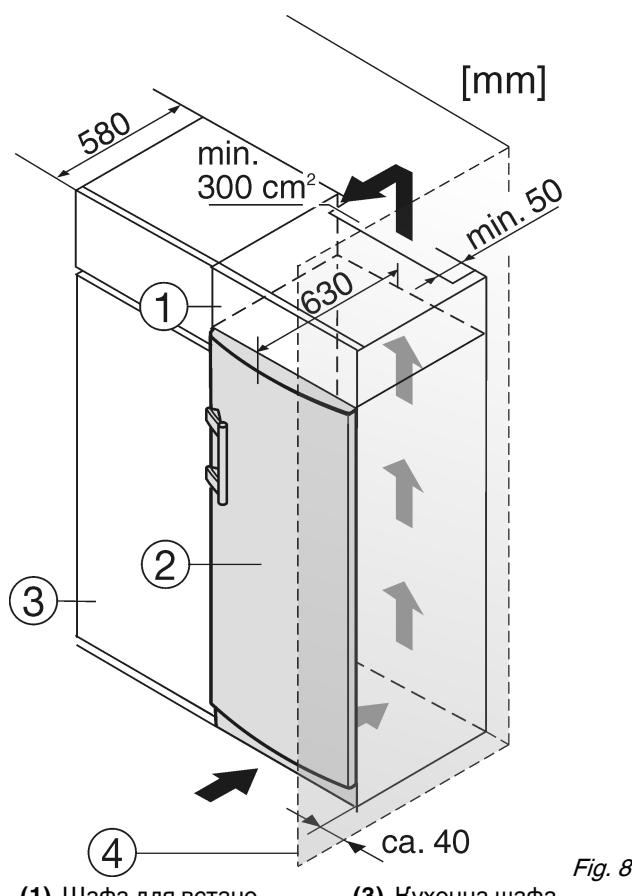

Fig. 8
(1) Шафа для встановлення на пристрой
(2) Пристрой
(3) Кухонна шафа
(4) Стінка
При комбінації зі стандартною кухонною шафою (максимальна глибина 580 мм) пристрій можна встановлювати безпосередньо поряд із кухонною шафою Fig. 8 (3). Дверцята пристрію виступають збоку на 34 мм та посередині пристрію на 50 мм відносно передньої панелі кухонної шафи. Через це комбінацію можна відкривати та закривати без проблем.
Якщо пристрій встановлюється поряд зі стінкою Fig. 8 (4), відстань між пристрієм та стінкою повинна бути не менше 40 мм. Це відповідає необхідній відстані для ручки після відкривання дверцят.